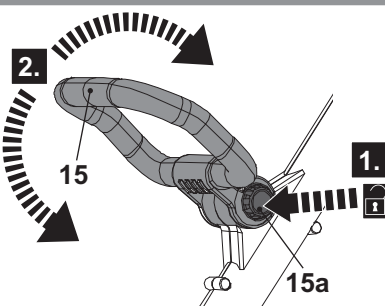

Fig. 6
1. Presione el botón de bloqueo (15a) y manténgalo en posición, luego gire el mango auxiliar (15) hacia arriba o hacia abajo para ajustar el ángulo (Fig. 6).
2. Suelte el botón de bloqueo (15a), y continúe girando suavemente el mango auxiliar (15) hasta que encaje en su lugar. Asegúrese de que el sistema de dientes encaja en su sitio.